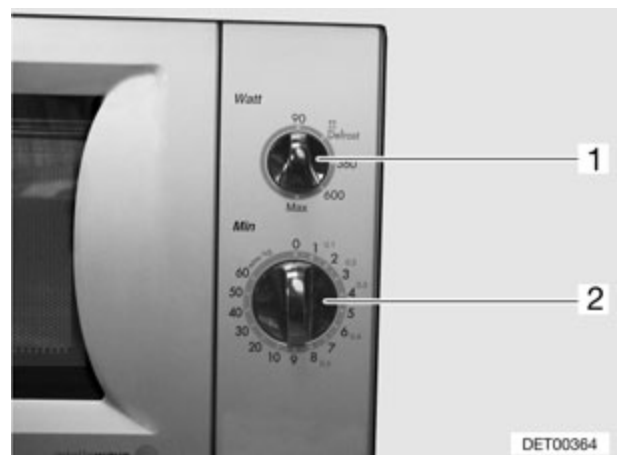

Fig. 112 Elementos de mando del horno microondas
- Seleccionar la potencia con el regulador giratorio (Fig. 112,1).
- Seleccionar el tiempo de cocinado con el regulador giratorio (Fig. 112,2). Comienza el proceso de cocinado.